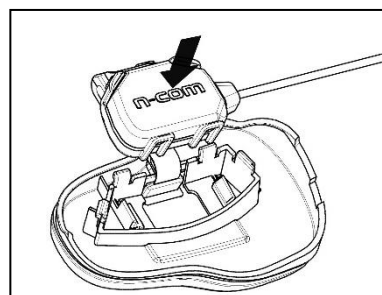

Fig. 9
10. Reposition the plastic cover and hook the four clips again (Fig. 9).
10. Riposizionare la cover plastica e riagganciare le quattro clip (Fig. 9).
10. Repositionner le couvercle en plastique et refermer les quatre clips (Fig. 9).